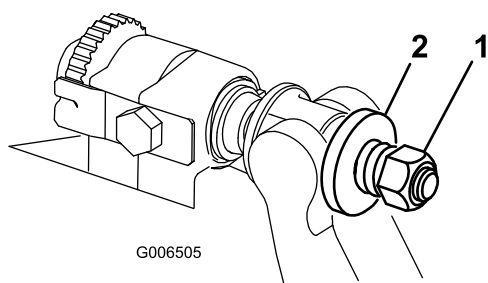

Figura 32
4. Aperte a porca da mola tensora até que a mola fique recolhida; em seguida, desaperte meia volta (Figura 32).